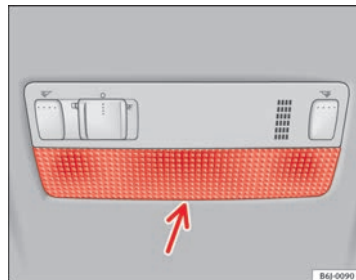

Fig. 185 Lampe de lecture avant
- Introduisez la partie plate d'un tournevis fin entre la carcasse et le verre → fig. 185.